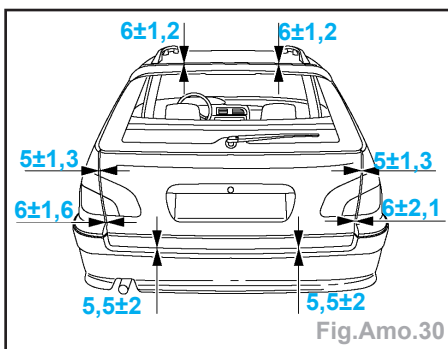

Fig.Amo.30
- Reposer le volet et les fixations (7) sans les serrer.
- Réglage (Fig.Amo.30).